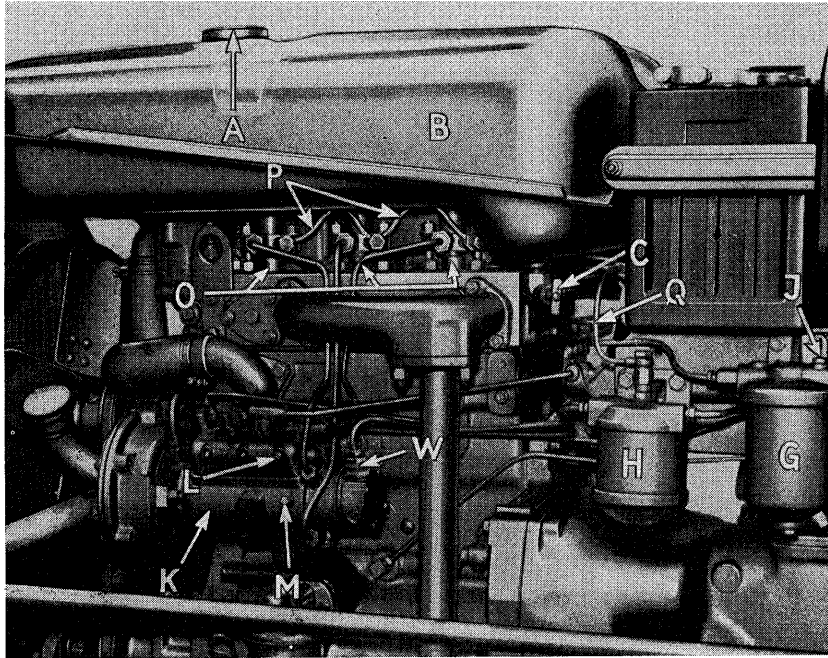

Fig. 17.
Brændstofsystemet er udstyret med 3 filtre: Et lille forfilter med gennemsigtig slamsamler, sammenbygget med fødepumpen, og de to hovedfiltre, G og H i fig. 17. Det bageste filter - G - er forsynet med et papirelement, der skal udskiftes hver 500. driftstime, medens det forreste filter - H - kører 1000 driftstimer. Filterelementerne kan ikke renses og anvendes påny, men skal udskiftes med nye. Efter åbning af filtrene, vil der være luft i systemet der derfor nødvendigvis må udluftes.
1. Udluftningsskruen på bageste filter (J i fig. 17) løsnes, og med hånden på fødepumpen pumpes brændstof gennem filteret, indtil luftfrit brændstof løber ud. Derefter tilspændes skruen.
2. Løsn udluftningsskruen på brændstoppumpens dæksel (L fig. 17) og skruen der sidder lige nedenunder på pumpehuset (M fig. 17).
4. Løsn forskrningen ved pumpeindløbet (W i fig. 17) og pump, indtil luftfrit brændstof kommer ud her. Spænd derpå forskrningen igen.